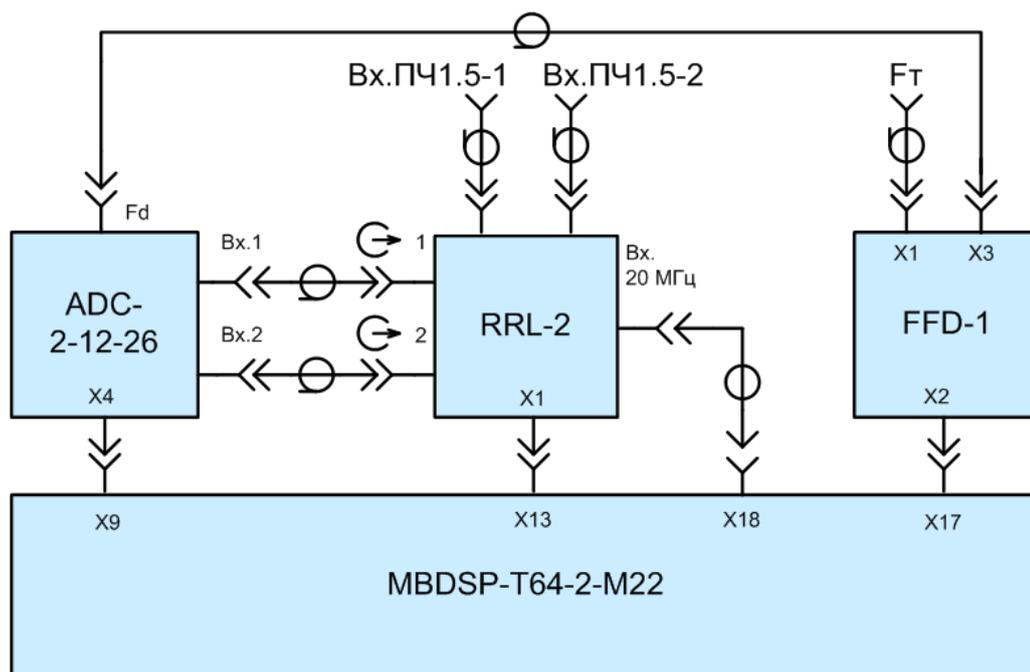

Рис.7 Схема подключения модуля FFD-1
- подключите соединительные кабели в соответствии со схемой приведенной на рис.7* .;